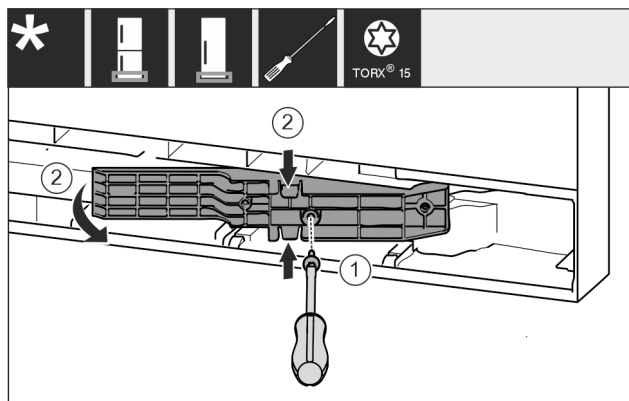

Fig. 18 *
- ▶ Soltar los tornillos con el destornillador T15. Fig. 18 (1)*
- ▶ Extraer la pieza adaptadora. Fig. 18 (2)*